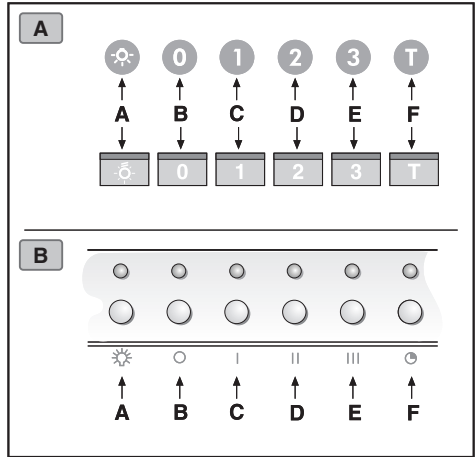

Fig.12
• **Betjening-senhed lysende (Fig.12.A.B.)** er følgende tegnforklaring gældende: